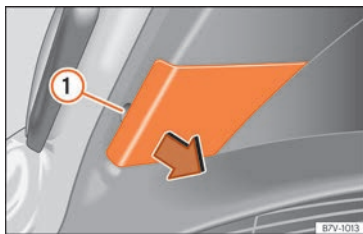

Fig. 68 En el portón trasero: quitar la cubierta.
- Extraiga la cubierta cuidadosamente haciendo palanca con la parte plana del destornillador de las herramientas de a bordo (»» pág. 44) por el rebaje »» fig. 68 ①.